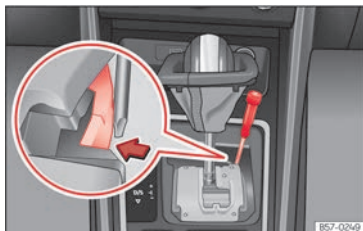

Abb. 91 Wählhebel: Notentriegelung aus der Parkstellung
- Drücken Sie seitlich mit Hilfe der flachen Seite des Schraubendrehers auf die gelbe Taste und halten Sie sie gedrückt >>> **(Abb. 91)**.